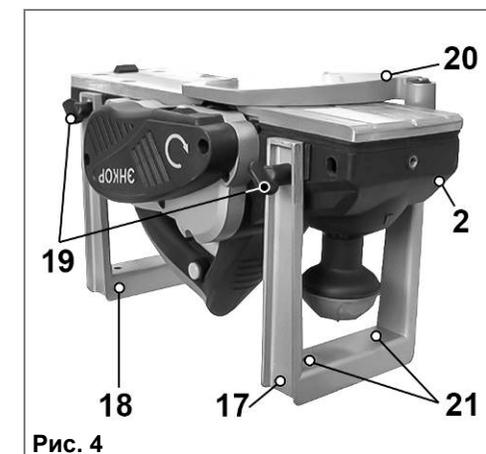

Рис. 4
7.4. Установка рубанка на подставку (Рис. 4).